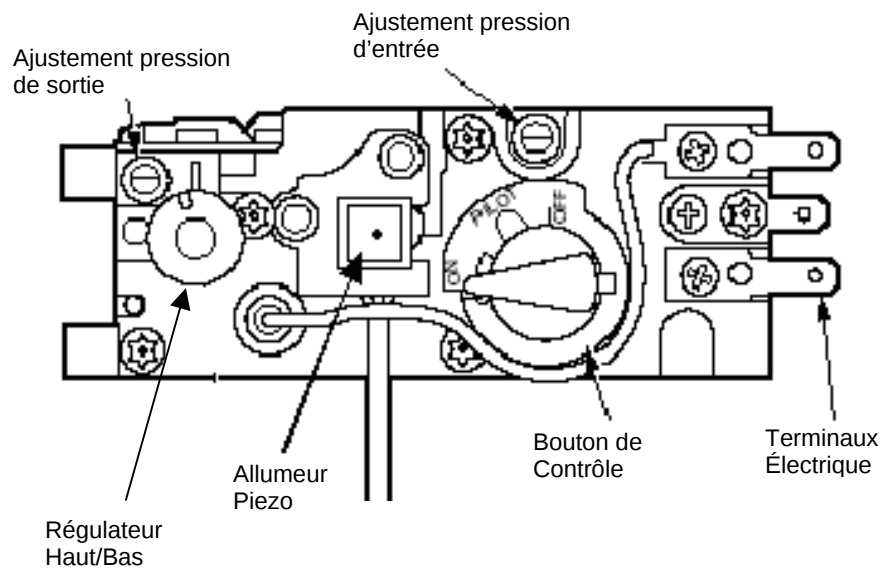

Figure 3
5. Enfoncez légèrement le bouton de contrôle du gaz et tournez-le, dans le sens des aiguilles d'une montre, jusqu'à la position "OFF" (Arrêt) tel qu'illustré à la figure 3 ci-après.